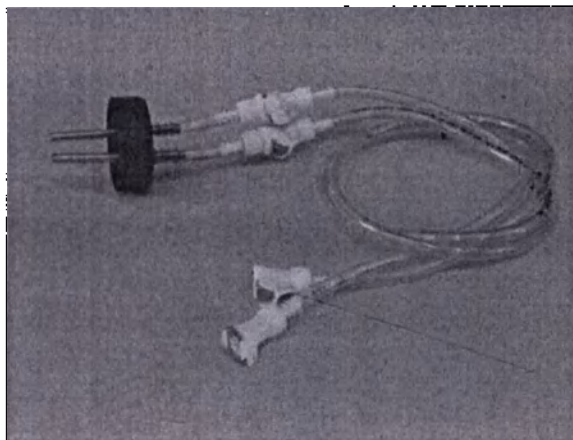

рис. 19
- электрический кабель с коннектором для определения уровня жидкости, должен быть подсоединен к коннектору, как показано на рис. 19.
а) если используется контейнер, поставляемый вместе с прибором, необходимо установить и поставляемый датчик (рис. 19), который имеет две трубки и коннекторы.